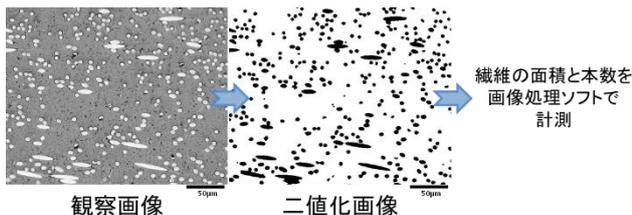

図2 画像処理の流れ
成形品断面の光学顕微鏡画像について、配向が異なる様子が見受けられた場所①、③と場所②について、画像処理ソフト(ImageJ)¹⁾を用いて画像処理を行いました(図2)。